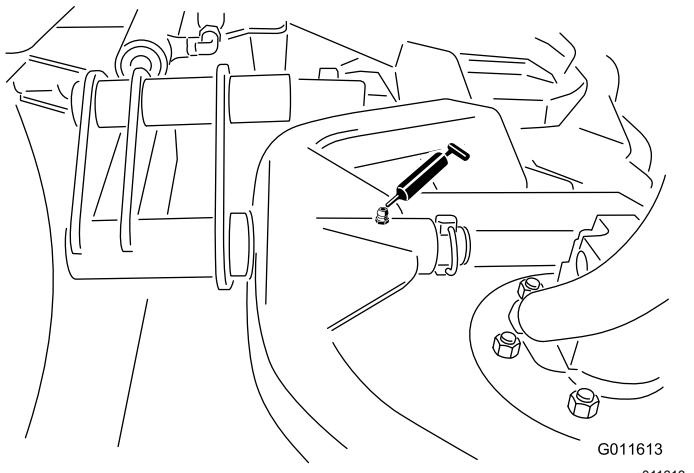

Рисунок 43
- Шарниры несущей рамы режущего блока (по 1 шт.) — Рисунок 43